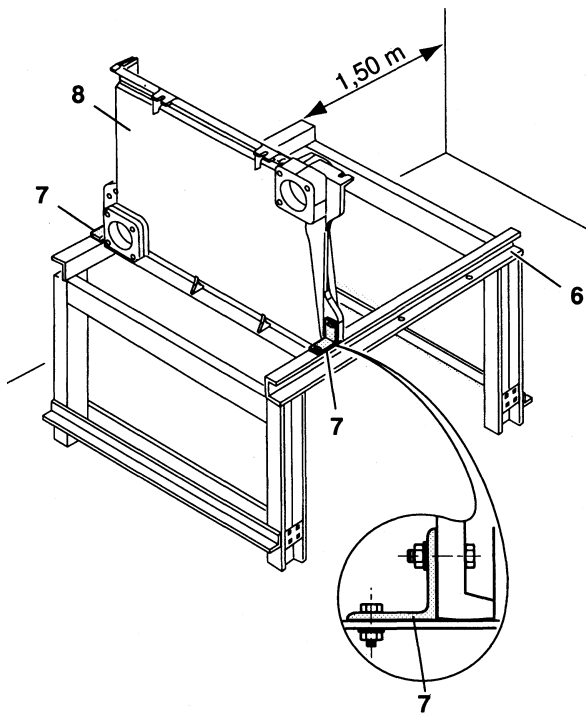

Рис. 9
*** Внимание:** Если сборка секционного блока котла производится на месте, необходимо, чтобы расстояние затягивающих рычагов инструмента для опрессовки, в соответствии с рис. 9, составляло не менее 1,50 м.